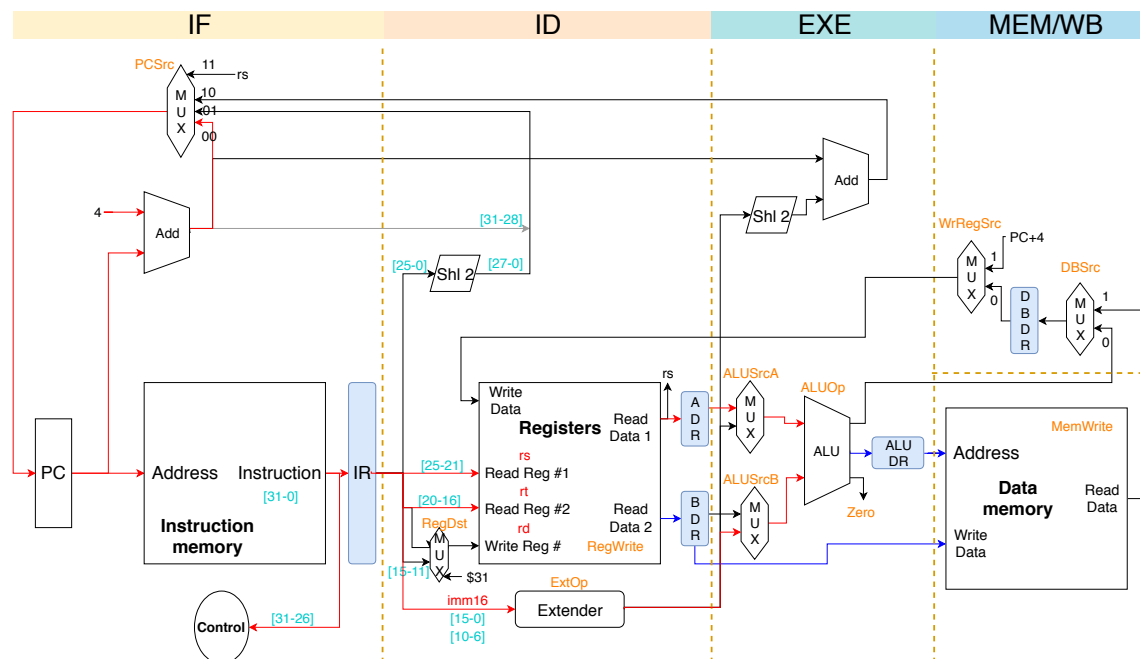

图 7: sw通路
1. sw为I类型。见图7，执行阶段从指令中读入rs、rt寄存器的地址，对偏移量(imm)进行符号扩展，与rs寄存器的内容相加得到内存地址，将rt寄存器的内容写入内存。